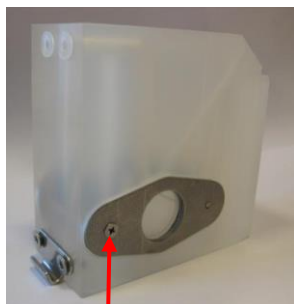

Figure 33
5. Dévisser les deux attaches des fenêtres d'observation (voir figure 33).